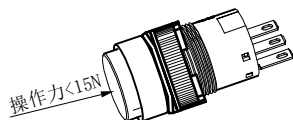
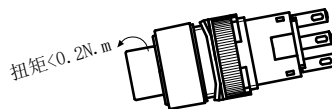

图1
图2
3.6 按照图1和图2所示要求操作按钮，一般按钮操作力不大于15N，旋钮旋转操作力矩不大于0.2N·m。